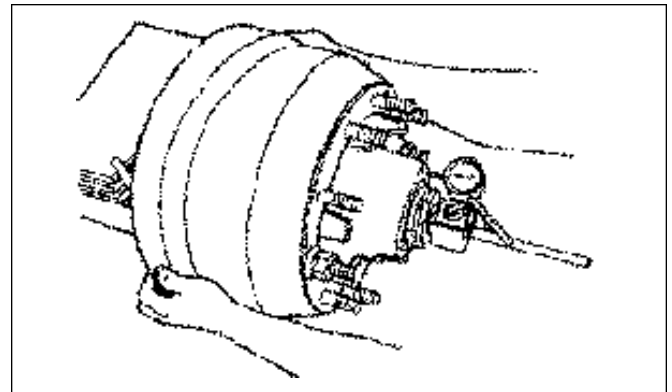

Figura 24. Medición del juego exterior
- c. Gire ligeramente la masa en ambas direcciones al mismo tiempo que se empuja hacia afuera en el ensamble, hasta que la lectura se mantenga constante (Figura 24).